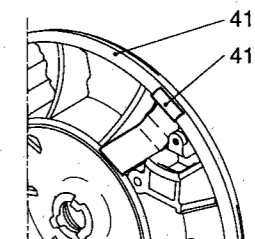

Fig. 2
Model D (variant x-A-xxxx): Jordforbindelsesfjeder, pos. 41a, trykkes i indgreb med mellemstykke, pos. 41, se fig. 2.